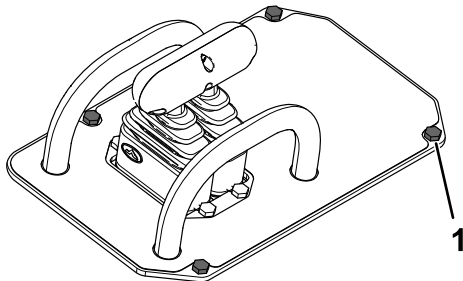

Figura 21
2. Retire y guarde los 4 pernos y las tuercas que fijan la cubierta del panel de control a la máquina (Figura 21).